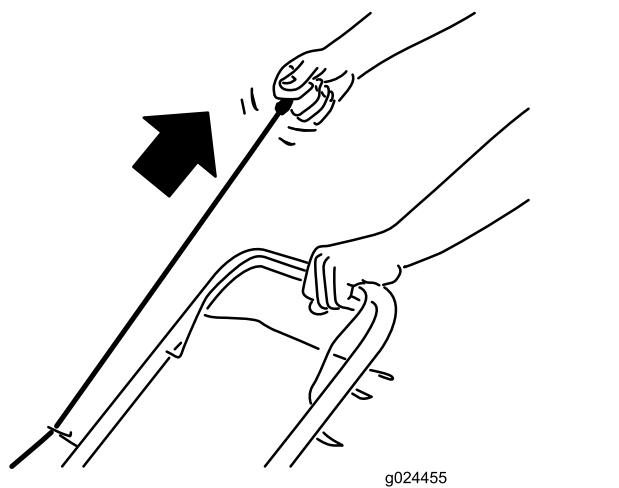

図 15
2. 抵抗を感じるところまでスタートハンドル図 15を引き上げ、そこから力強く引き、手を離してロープが自然に引き込まれるようにする。